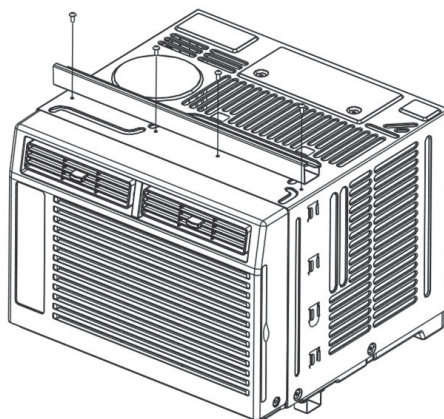

Fig. 4
- Fixez le rail supérieur à l'appareil à l'aide des vis de 3/8" . comme indiqué à la (Fig. 4)